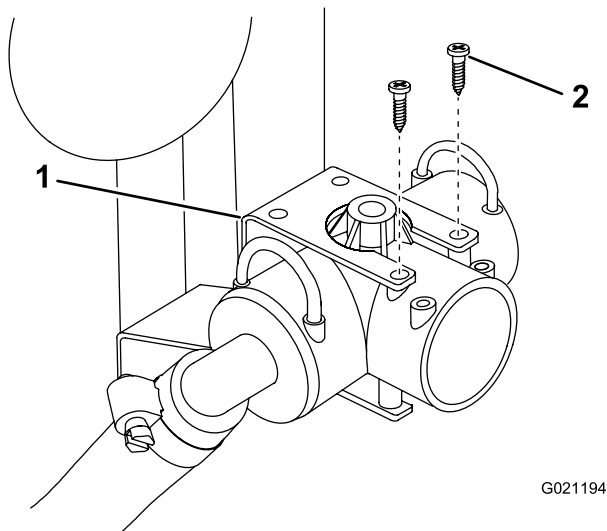

Figura 5
3. Rimuovere le 2 viti che fissano il raccordo a T alla staffa di montaggio. Rimuovere il raccordo a T e i flessibili (Figura 5).
4. Montate la nuova valvola di regolazione nel punto di connessione libero sul raccordo a T e fissatela con un nuovo fermo (Figura 5).